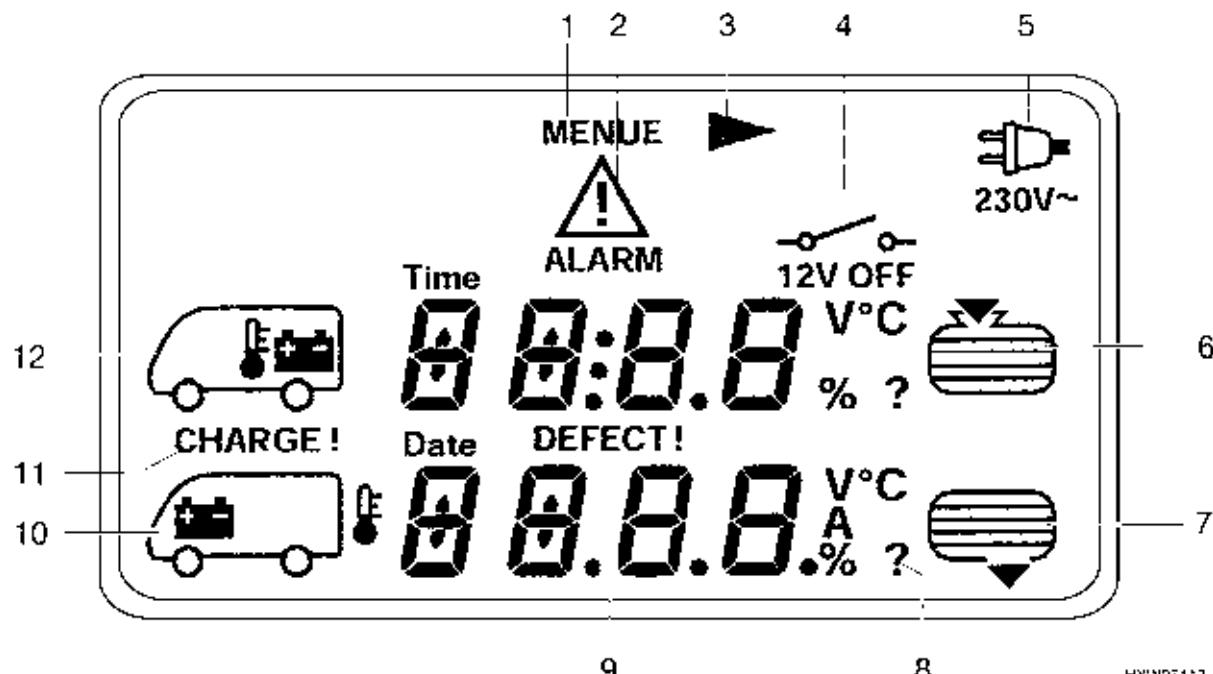

Fig. 119 Rappresentazione del simbolo sul display LCD
- ▷ La freccia ► (Fig. 119,3) nel display LCD indica che il menu selezionato è composto da diverse pagine di menu.